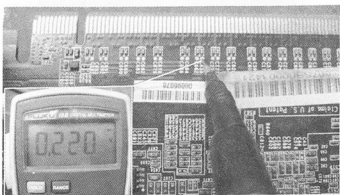

图 5-15 正常数值 220
(2) 测量显卡的供电, 时钟都没问题, 开始打 PCI-E 总线的值 (反面要量电容靠近 GPU 一端), 正常值为 220, 如图 5-15 所示。